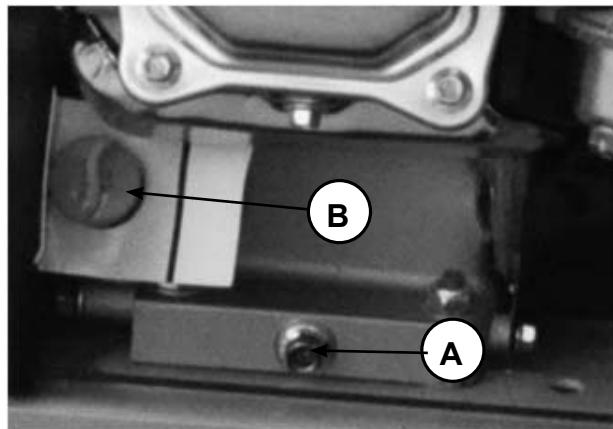

Рис.17
Открутите пробку для слива масла (A) Рис.17 Извлеките крышку/щуп (B) из маслозаливной горловины. Полностью слейте масло. Закрутите сливную пробку. Залейте чистое рекомендованное масло до необходимого уровня. Установите крышку/щуп в маслозаливную горловину. Заведите двигатель и дайте поработать 1 мин. Заглушите двигатель и еще раз проверьте уровень масла.